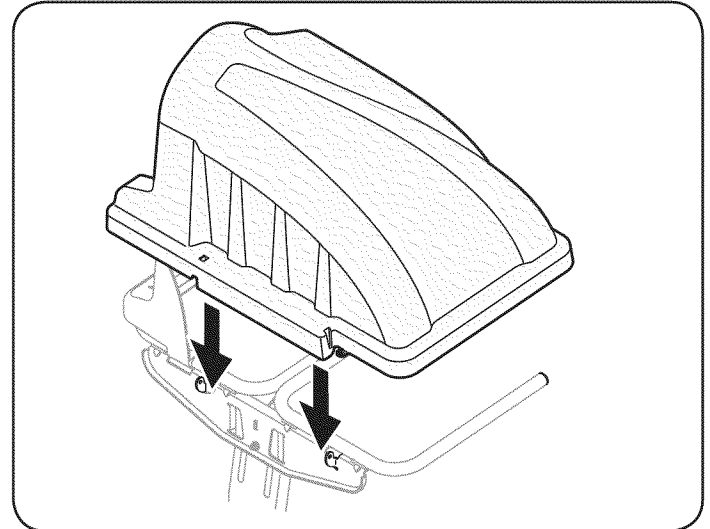

Figure 38
3. Instale la cubierta de recogedor de hierba en el conjunto de soporte de la bolsa, como se ve en la Figure 38. La cubierta del colector de hierba va dentro de las dos lengüetas de montaje en el conjunto de soporte de la bolsa.